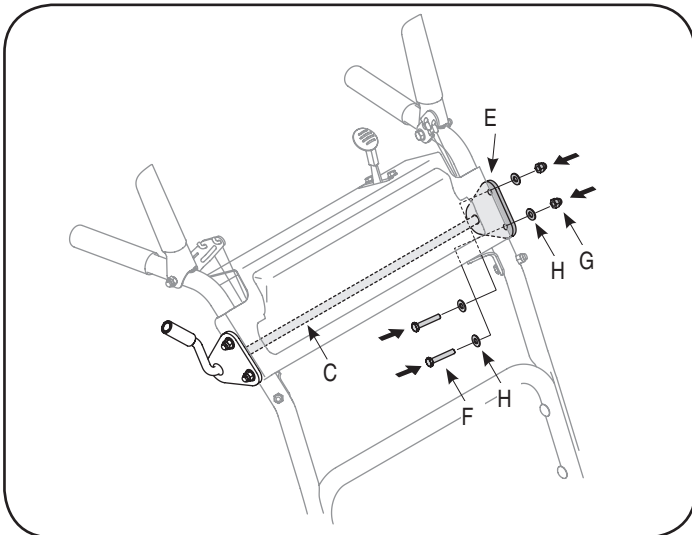

Figura 6
2. Se debe alinear los orificios de la ménsula de la varilla [E] con los del panel mientras se coloca el extremo del montaje de varillas [C] a través de la ménsula. Asegúrelos con las siguientes piezas del paquete de elementos de ferretería, Figura 6: